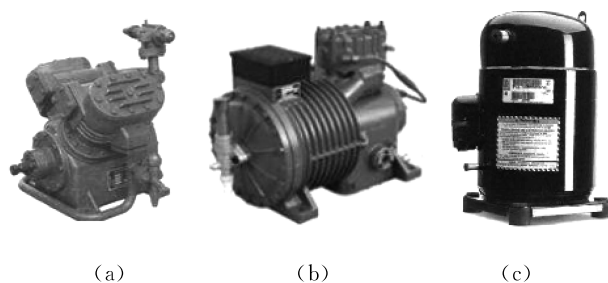

图 1-1-1 开启式、半封闭式、全封闭式压缩机
(1) 开启式、半封闭式、全封闭式制冷压缩机的识别
- ① 准备开启式、半封闭式、全封闭式活塞式制冷压缩机各一台。
- ② 从结构上识别开启式、半封闭式、全封闭式压缩机三者的不同，如图 1-1-1 (a)、图 1-1-1 (b)、图 1-1-1 (c) 所示。